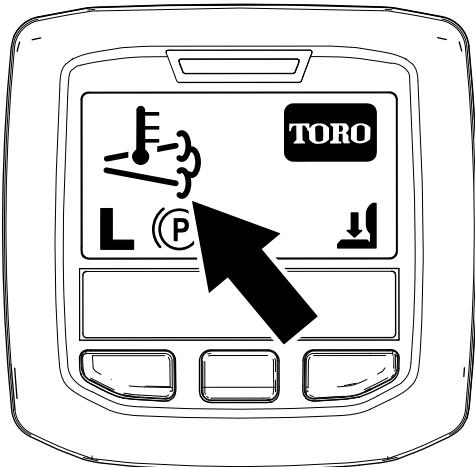

Figura 40
escape  aparece en el InfoCenter (Figura 40).
- El ícono de temperatura alta de los gases de escape  aparece en el InfoCenter (Figura 40).